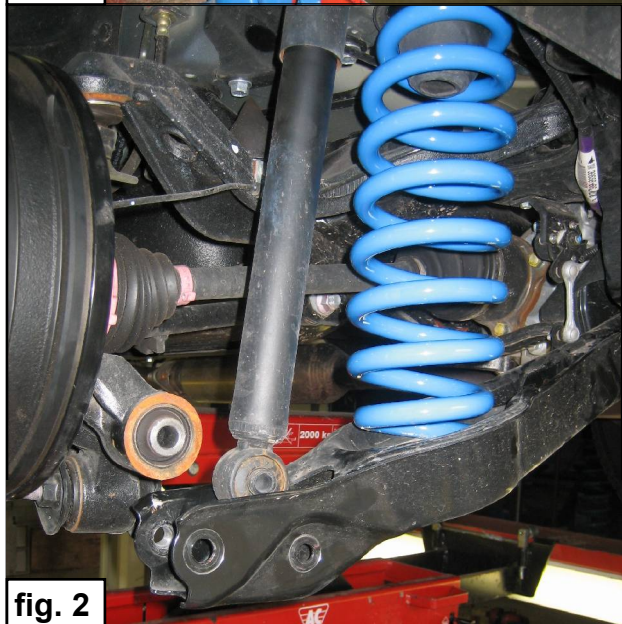

fig. 2
6. Unterstützen Sie der Tragarm und montieren Sie den Bolzen an der Radseite. Siehe Fig. 2.
6. Soutenez le bras de suspension et montez le boulon côté roue. Voir fig.2.